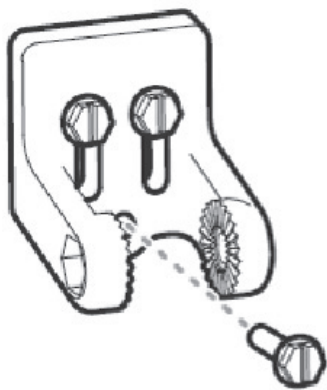

Рис. 17
8. Снова расположите кронштейн датчика против стенки транца, затем вручную вставьте и наживите все три болта. Не изменяйте позицию датчика. Полностью закрутите все три крепежных винта (Рисунок 17). **Только ручная затяжка!** Вставьте датчик в крепежный кронштейн, убедившись, что храповики находятся в той же позиции, что и прежде. (Смотрите рисунки 18a-18d и рисунки 21-22). Если